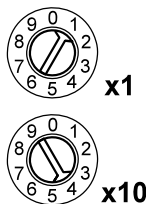

Рис.2. Адрес 41.
3.4. Установите DALI адрес, соответствующий адресу управляемого диммера. Адрес устанавливается двумя вращающимися переключателями. Первым переключателем устанавливаются единицы, вторым - десятки. На Рис.2 показан пример установки адреса 41. Переключателями устанавливается адрес первого канала, соответствующего кнопке **Z1** (A). Кнопке **Z2** соответствует адрес A+1, **Z3** - A+2, **Z4** - A+3. Т.е., в примере на Рис.2, будут задействованы адреса 41, 42, 43 и 44. Максимально возможное количество адресов и устройств на шине DALI - 64 адреса.